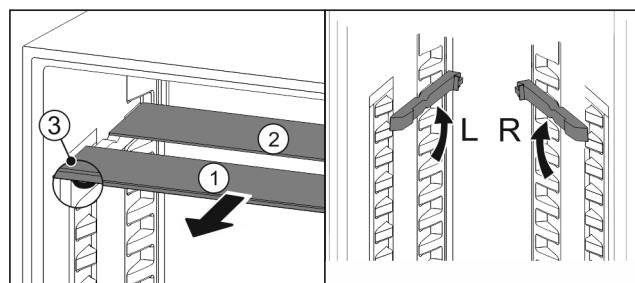

Fig. 28
- ▶ Vytiahnite sklené dosky jednotlivo dopredu Fig. 28 (1).
- ▷ Sklená doska Fig. 28 (1) s ozdobnou lištou leží vpred.
- ▷ Zarážky Fig. 28 (3) ukazujú nadol.